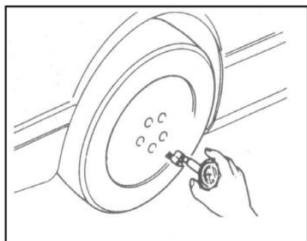

Рисунок III-25
i. Проверьте давление в шинах и при необходимости измените его: номинальное значение давления в шине составляет 250 кПа. (См. Таблицу III-1 и Рисунок III-25)